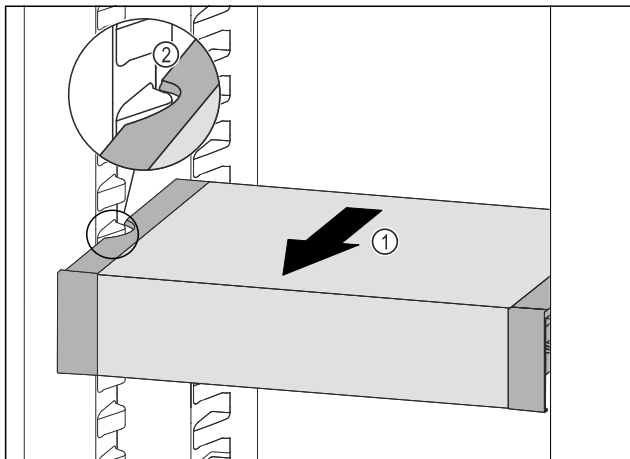

Fig. 105
- ▶ Predal VarioSafe povlecite naprej Fig. 105 (1), dokler nista stranska izreza predala VarioSafe na višini nastavka za posodo v hladilniku. Fig. 105 (2)